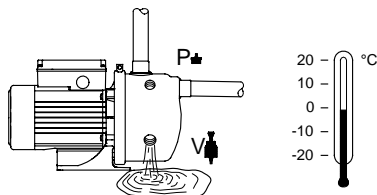

Рис. 3 Опорожнение насоса
Чтобы слить из насоса воду, удаляется резьбовые пробки (P) и (V) или эжекторный клапан. См. рис. 3.